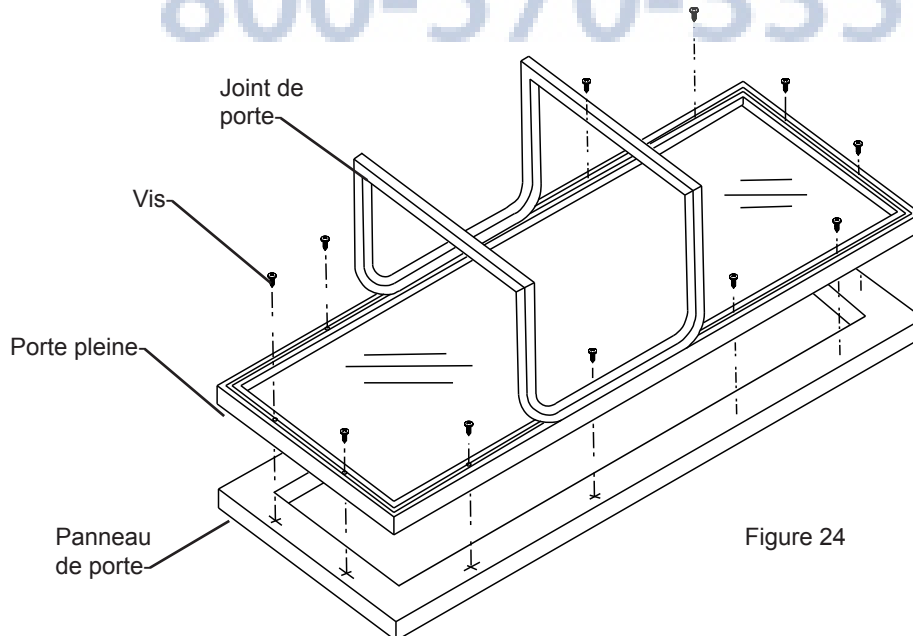

Figure 24
1. Enlevez le joint de l'avant de porte (Voyez la Figure 24). Pour cela, sortez-le du canal qui le retient sur l'avant de porte. Cela va exposer les trous de traversée pour le montage du panneau de revêtement personnalisé (Voyez la Figure 24).
2. Mettez la porte sur le panneau de revêtement et alignez les bords (Voyez la Figure 24). Maintenez le panneau en position et marquez l'emplacement des avant-trous. Récupérez la taille requise des avant-trous dans le Tableau E ci-dessous, et percez-les en vous assurant de ne pas traverser complètement le panneau de revêtement.